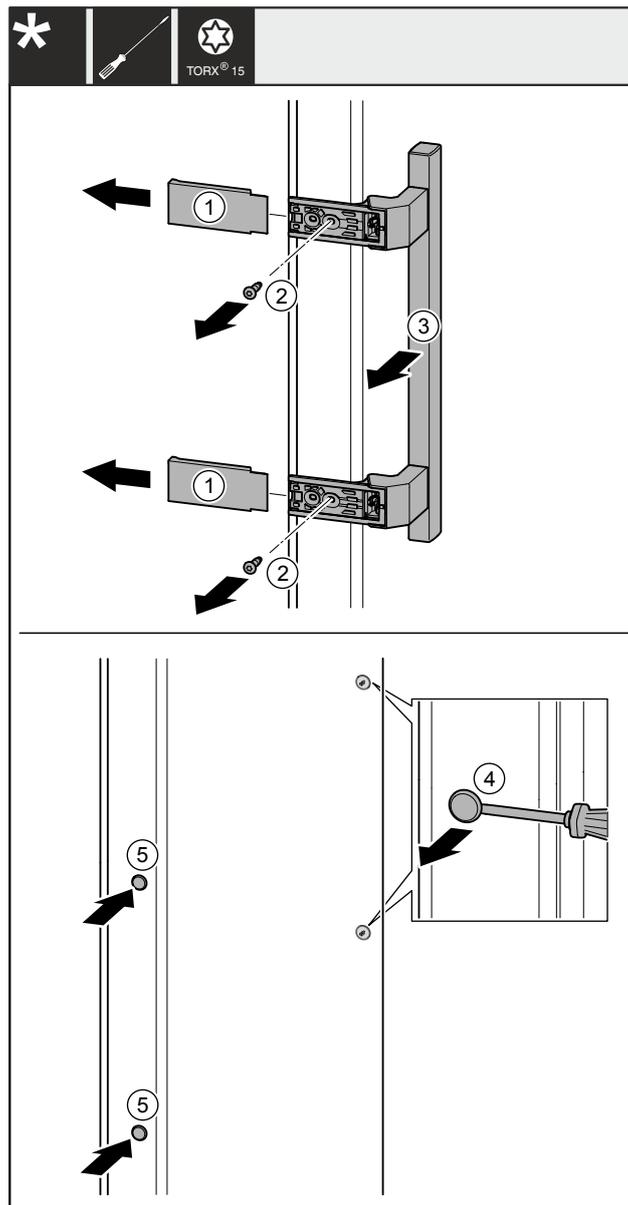

Fig. 40
- ▶ Togliere le coperture Fig. 40 (1).
- ▶ Estrarre le viti Fig. 40 (2) con un cacciavite.
- ▶ Rimuovere la maniglia Fig. 40 (3).
- ▶ Sollevare il tappo laterale Fig. 40 (4) con cautela con un cacciavite a intaglio ed estrarlo.
- ▶ Reinserrire il tappo Fig. 40 (5) sull'altro lato.